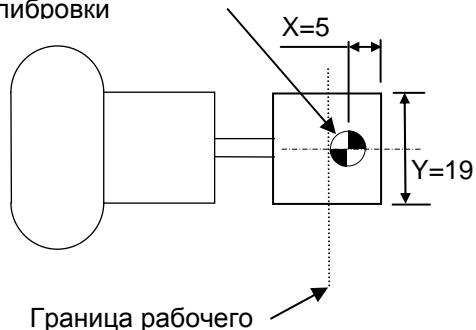

Рис. 3.2 Задание XY для щупа
- X_x = ширина щупа (см. Рис. 3.2).
- Y_y = ширина щупа (см. Рис. 3.2).
Установка калибровочного инструмента на расстоянии 10 мм над верхней гранью щупа, как показано на Рис. 3.2.